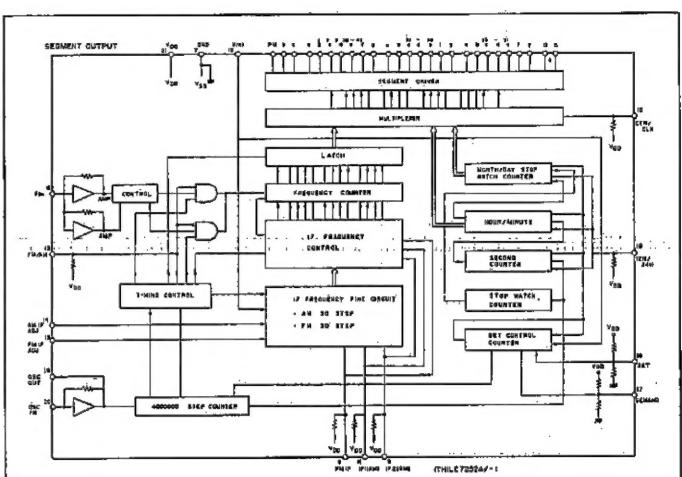

Abbildung 15-2
• **Frequenzzählerkreis** (Siehe Abbildung 15-2 und 17.) Wie aus seinem Blockschaltbild (Abbildung 15-2) ersichtlich ist, bietet dieser aus einem hochintegrierten Schaltkreis (IC805) bestehende Frequenzzählerkreis nicht nur eine Frequenzzählerfunktion, sondern auch zwei andere Funktionen (Uhr und Kalender); die beiden letzteren werden jedoch beim RS-1288H nicht verwendet.